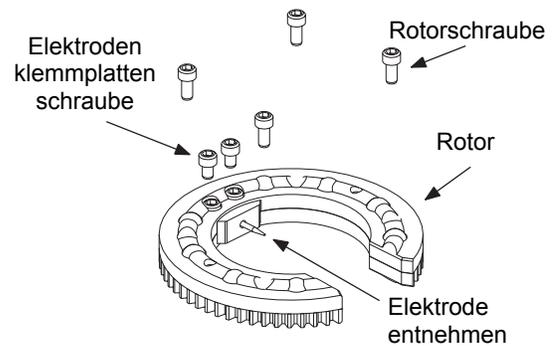

Abbildung 38 Rotor- und die Elektrodenklemmplattenschrauben entfernen
1. Entfernen Sie die Rotorschrauben und die Elektrodenklemmplattenschrauben vom Rotor. Nehmen Sie die Elektrode aus dem Keramikeinsatz. Siehe Abbildung 38.